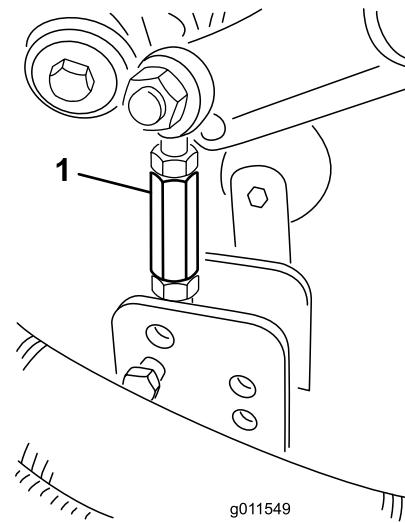

Рисунок 30
9. Снимите игольчатые шплинты и шплинтуемые штифты, которые крепят тяги демпферов к кронштейнам дек газонокосилки (Рисунок 30).